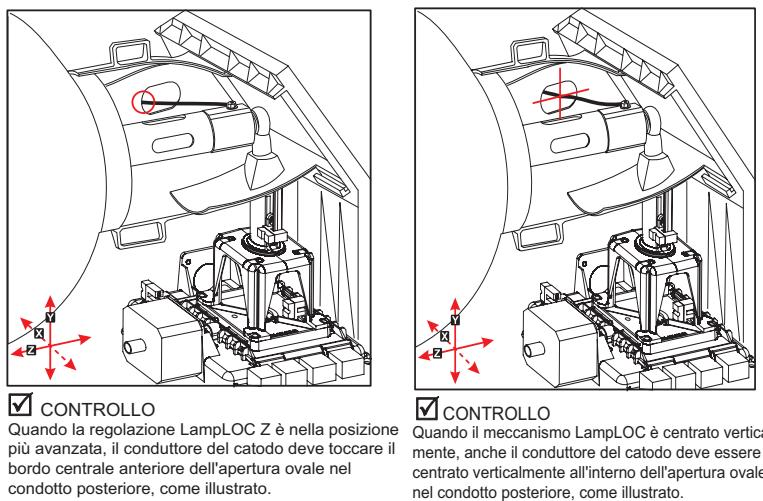

Figura 5-1 Verificare la posizione del conduttore del catodo
- Verificare la posizione del conduttore del catodo. (**Figura 5-1**) **Pericolo di radiazioni UV. È richiesto l'intervento di un tecnico qualificato.**